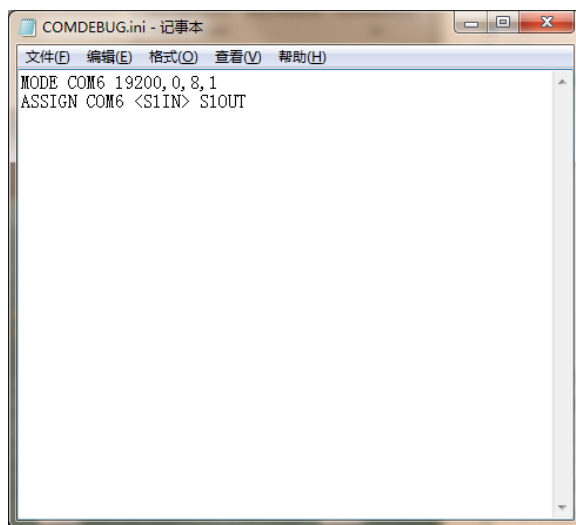

图 4-4 编写配置文件
- 1) 在 KEIL 程序工程任意目录下，新建 1 个记事本，命名：COMDEBUG.txt，然后如图 4-4 所示在文本中编写以下两行命令：